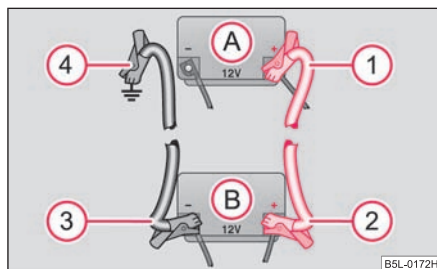

Fig. 227 Ayuda de arranque con la batería de otro vehículo: A - batería descargada del vehículo, B - batería auxiliar
- Conecte un extremo ① al polo positivo ⇒ fig. 227 de la batería descargada (A).
- Conecte el otro extremo ② al polo positivo de la batería auxiliar (B).